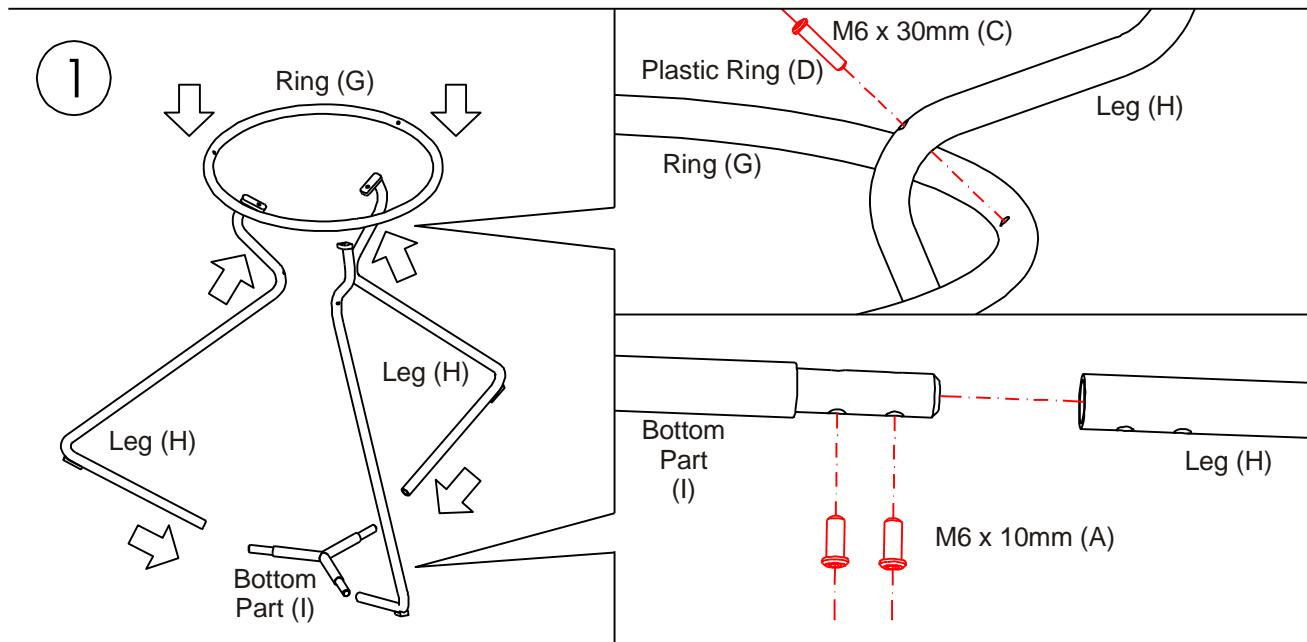

Figure 1 / Figura 1
1. Attach the Triangle Base (I) with 2 pcs of the Leg (H) by inserting the end of the Triangle Base (I) to the Leg (H). Insert 4 pcs of Bolts (A) to secure the connection. Lightly tighten with Allen Key (E) provided. Attach the Ring (G) with the Leg (H), insert 2 pcs of Bolts (C) with Plastic Rings (D) to secure it. Lightly tighten with the Allen Key (E). Attach 1 pc of the Leg (H) to the assembly Leg (H), Triangle Base (I) and Ring (D) and secure the connection using Bolts (A) and Bolts (C) with Plastic Ring (D) then lightly tighten with Allen Key (E) as shown on the figure 1.
1. Fixer la base triangulaire (I) avec 2 pieds (H) en insérant l'extrémité de la base de triangulaire (I) dans le pied (H). Insérer 4 boulons (A) pour bien le raccordement. Serrer légèrement à l'aide de la clé hexagonale (E) fournie. Fixer la bague (G) sur le pied (H), insérer 2 boulons (C) avec les bagues en plastique (D) pour la bien fixer. Serrer légèrement à l'aide de la clé hexagonale (E). Fixer 1 pied (H) sur le pied d'assemblage (H), la base triangulaire (I) et la bague (D) et bien fixer le raccordement avec les boulons (A) et les boulons (C) et la bague en plastique (D) et serrer légèrement à l'aide de la clé hexagonale (E) comme illustré dans la figure 1.